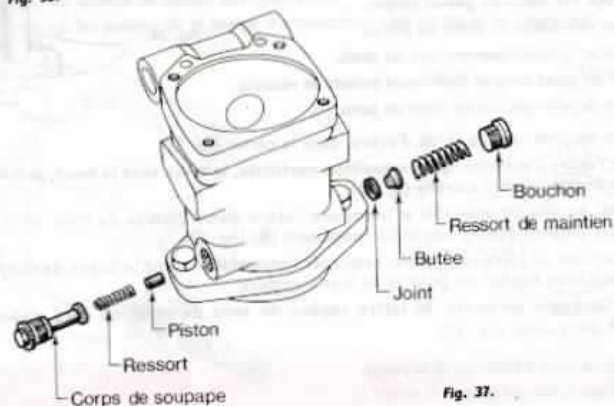

Fig. 37.
Remontage de la soupape régulatrice (fig. 37)
- Visser le corps de soupape sur le carter (fig. 37).